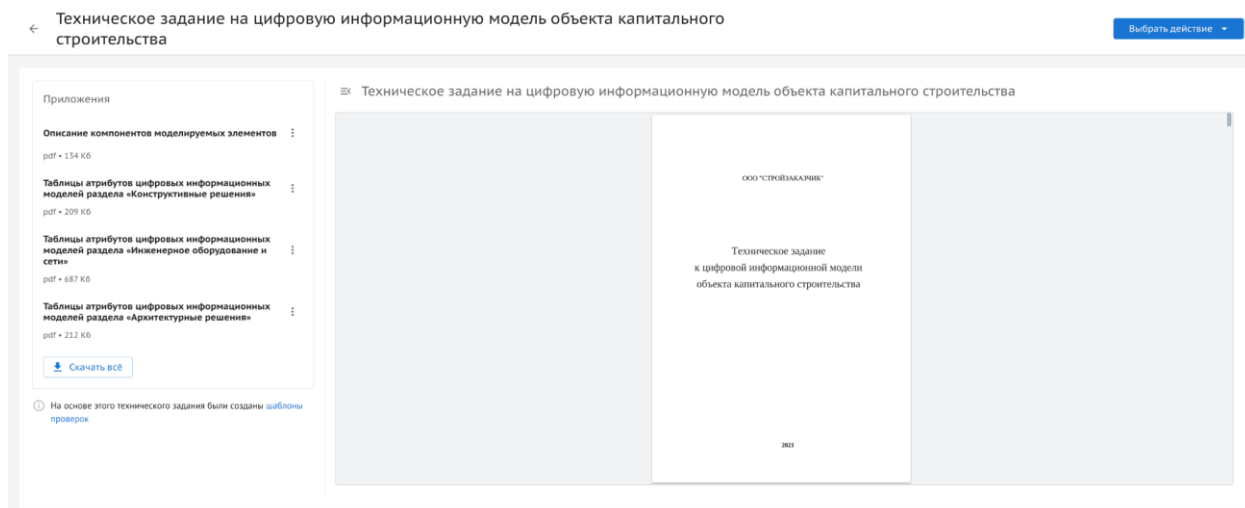

Рисунок 29. Просмотр технического задания.
- 1) В карточке созданного ТЗ нажать на кнопку “Перейти к документу” (Рисунок 29);